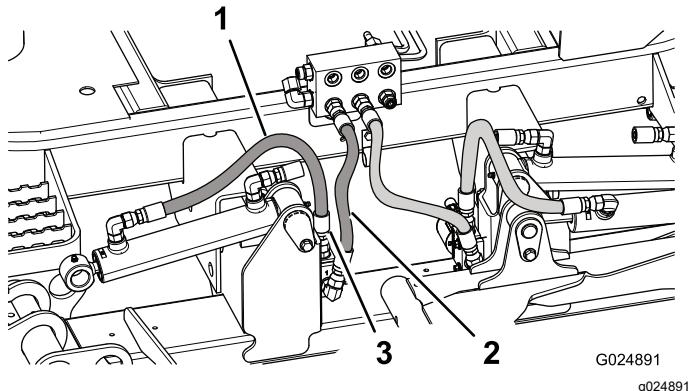

Figura 8
7. Enrute y conecte el extremo de la manguera que desconectó del distribuidor de unión al acoplamiento superior (recto) del distribuidor de bloqueo de la carcasa (Figura 8).
8. Conecte la manguera nueva al distribuidor de unión y al acoplamiento de 90 grados del distribuidor de bloqueo de la carcasa (Figura 8).